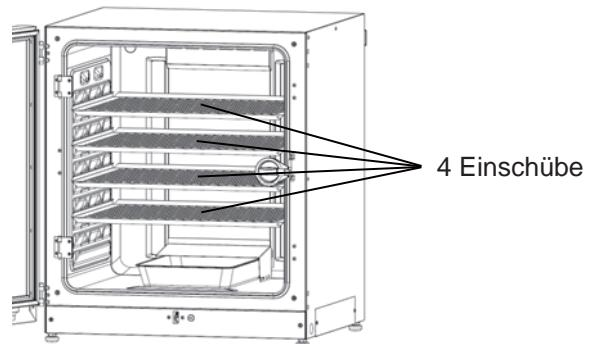

Abb. 2
3. Installieren Sie die 4 Einschübe (Abb. 2).